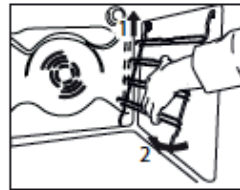
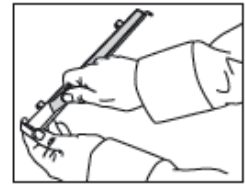
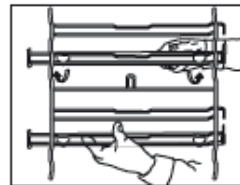

Abb. 1
Abb. 2
Abb. 3
Ihr neuer Herd wird mit 2 verchromten Einsatzhalterungen geliefert, die mit den Auszügen in den Backofen gepackt sind. Beachten Sie, dass die oberen Stäbe länger als die unteren sind, und dass die Haken an der Backofenrückwand sind. Siehe Abb. 1. Das obere Ende der Einsatzhalterung wird in Schlitz in der Seitenwand des Backofens eingesetzt, siehe Abb. 2. Nachdem sie oben eingerastet ist, drücken Sie die unteren Stäbe in die unteren Schlitz in den Seitenwänden des Backofens. Lassen Sie die Einsatzhalterungen nun leicht absinken und einrasten. Siehe Abb. 3.
1. Entfernen Sie die seitlichen Einhängegitter (Abb. 1).
2. Entfernen Sie die schützende Plastikfolie von den Auszügen (Abb. 2).
Drücken Sie dann den unteren Teil der Auszüge fest gegen das Einhängegitter, bis diese einrasten (Abb. 3).